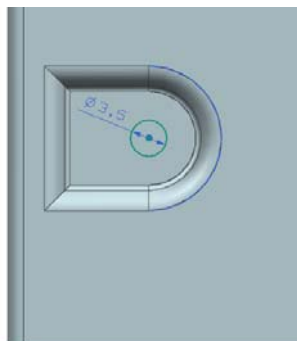

图 7-122 绘制草图
(3) 绘制如图 7-122 所示的裁剪轮廓。单击“完成”图标，草图绘制完毕。